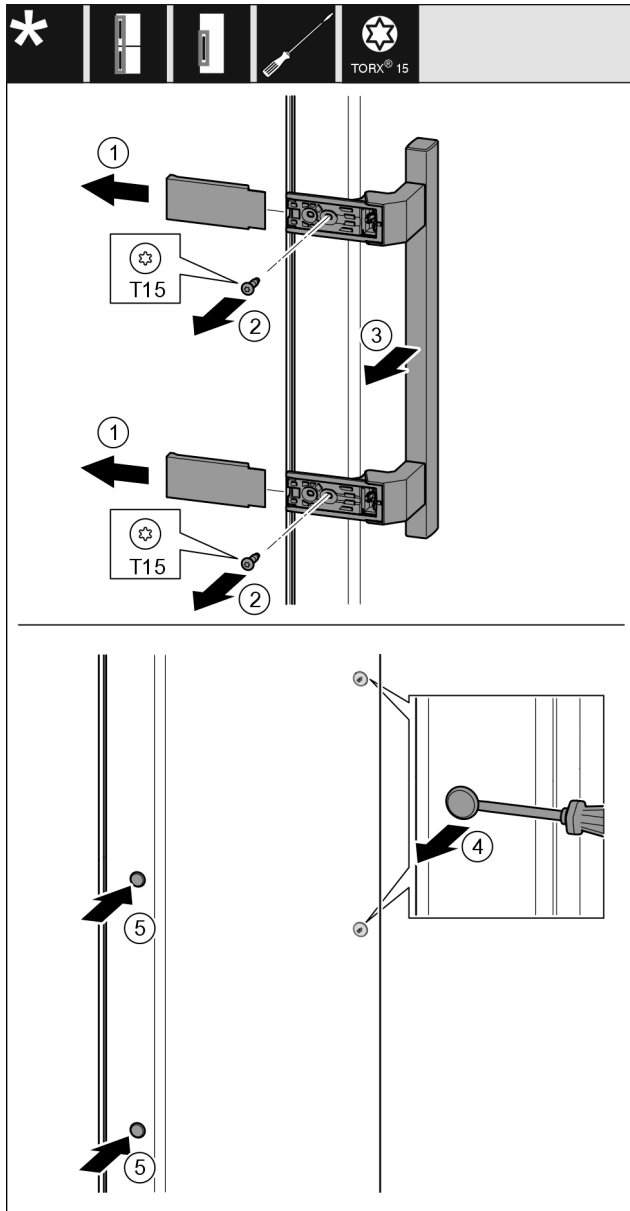

Fig. 35
- Îndepărtați capacul Fig. 35 (1).
- Demontați șuruburile Fig. 35 (2) cu șurubelnița.
- Îndepărtați mânerul Fig. 35 (3).
- Ridicați cu precauție dopul lateral Fig. 35 (4) cu o șurubelniță plată și extrageți-l.
- Introduceți dopul Fig. 35 (5) pe partea opusă.